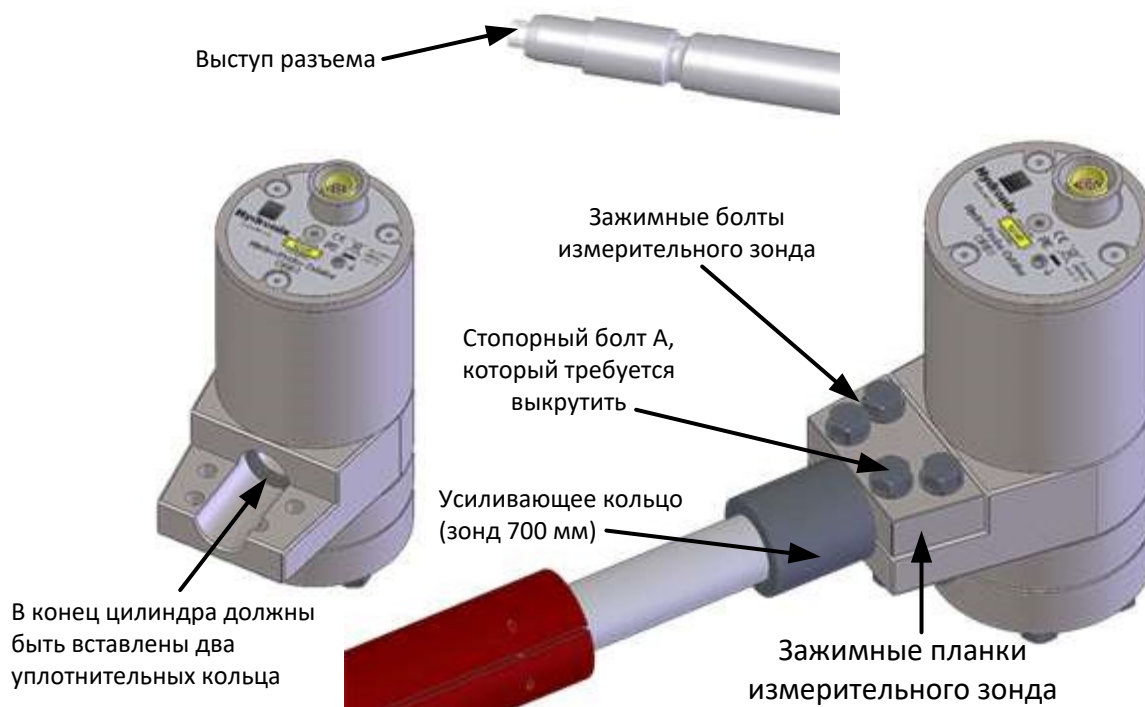

Рисунок 2: Установка измерительного зонда в головку датчика
- Ослабьте 4 болта зажима измерительного зонда на головке и снимите стопорный болт (A).
- Установите два уплотнительных кольца. Они должны быть расположены внутри зажимных планок измерительного зонда рядом со ступенькой (Рисунок 2).